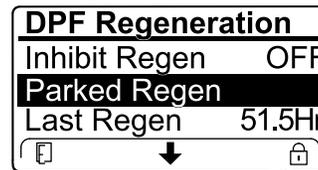

図 77
- エンジンコンピュータがリカバリ再生を要求している、またはリカバリ再生の処理中である時には、駐車再生 PARKED REGEN を選択することはできません。駐車再生はロックされ、施錠アイコン (図 77) がインフォセンターの右下に表示されます。